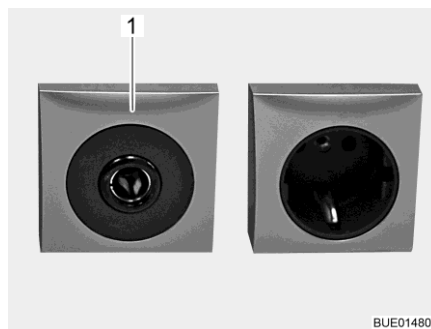

Fig. 189 Caja de enchufe 12 V/10 A
- ▷ Conectar únicamente aparatos con máximamente 10 A a las cajas de enchufe (Fig. 189,1) de la red de a bordo de 12 V.